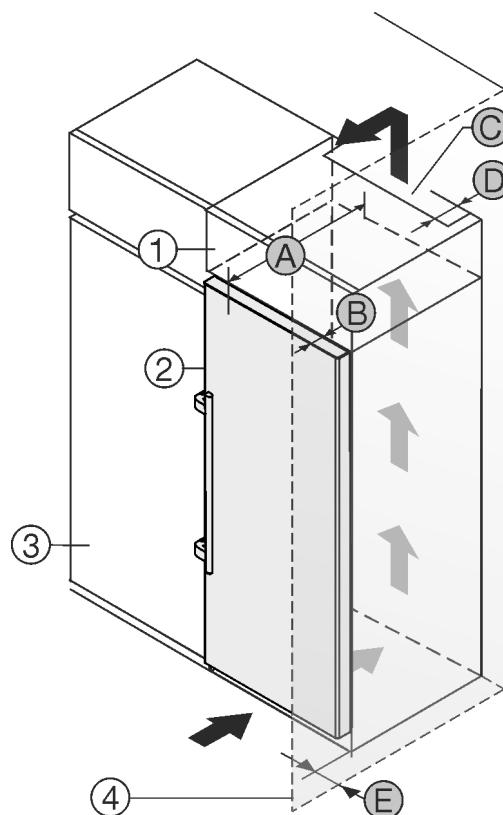

Fig. 2
Μπορείτε να τοποθετήστε τη συσκευή ακριβώς δίπλα από το ντουλάπι κουζίνας Fig. 2 (3).\*
Στην πίσω πλευρά του επικαθήμενου ντουλαπιού πρέπει να υπάρχει ένα κενό εξαγωγής αέρα με βάθος Fig. 2 (D) σε όλο το πλάτος του επικαθήμενου ντουλαπιού.\*
Κάτω από την οροφή του δωματίου πρέπει να τηρείται η διατομή εξαερισμού Fig. 2 (C).\*
Εάν τοποθετήσετε τη συσκευή με τους μεντεσέδες δίπλα σε κάποιον τοίχο Fig. 2 (4), τότε πρέπει η απόσταση ανάμεσα στη συσκευή και στον τοίχο να ανέρχεται σε τουλάχιστον 57 mm . Αντιστοιχεί στην προεξοχή της χειρολαβής όταν η πόρτα είναι ανοιχτή.\*
Για να μπορείτε να ανοίγετε τελείως την πόρτα, πρέπει η συσκευή να προεξέχει κατά το βάθος της πόρτας Fig. 2 (B) από την πρόσοψη του ντουλαπιού κουζίνας. Η συσκευή μπορεί να προεξέχει περισσότερο, ανάλογα με το βάθος των ντουλαπιών κουζίνας Fig. 2 (3) και την χρήση αποστατών τοίχου.\*